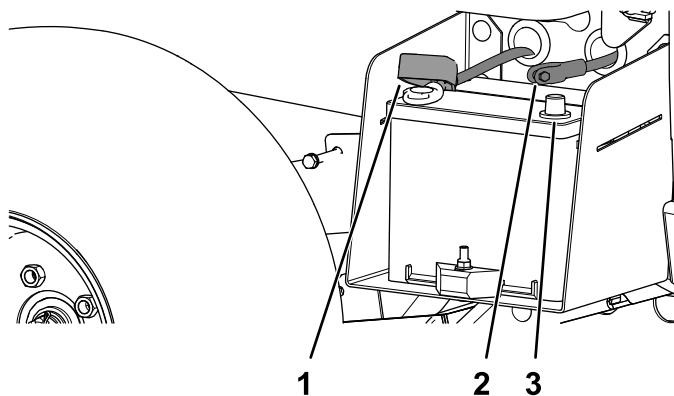

Figura 5
3. Conectai cablul pozitiv al bateriei (rou) la borna pozitivă (+) a bateriei și fixați cablul cu uruburi și piulie (Figura 5).